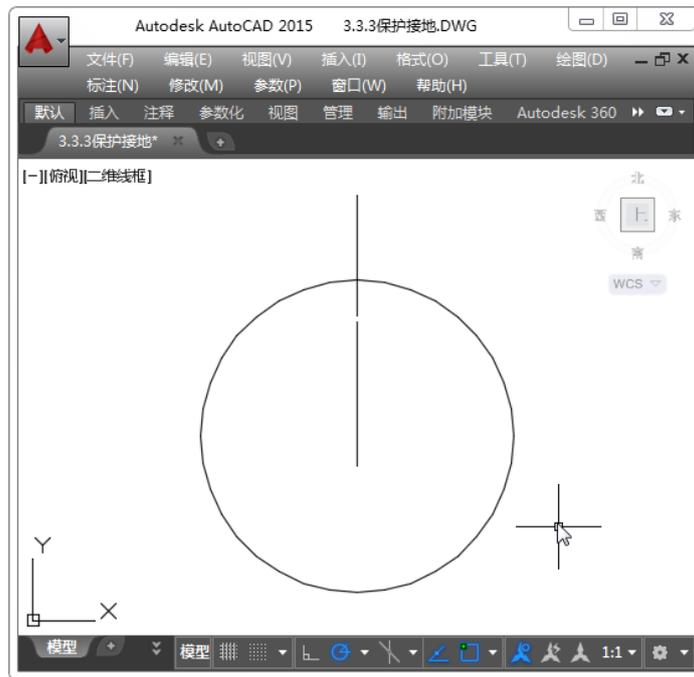

图 3-55 绘制竖线
Step04: 继续执行【直线】命令, 沿直线向下绘制长度为 12 的直线, 并使两条直线不相连, 如图 3-55 所示。